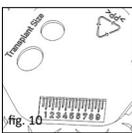

fig. 10
■ **Bild 10** Millimeterskalan är till för allmänna jämförande mätningar, som kan vara till hjälp i samband med en operation av mellanörat. I princip kan baksidan också användas som förvaringsplats eller preparationsfält för olika förlopp, som t.ex. transplanatbearbetning eller mellanlagring.
■ **fig. 1b/10** De innarbeidete sjablonene på baksiden av sizer disken (fig. 1b) viser minimal størrelse for transplantatet for underføring av trommehinnen (fig. 10).
■ **fig. 10** Millimeterskalaen brukes til generelle sammenlignende målinger, noe som kan være nyttig i rammen av en mellomøreoperasjon. Baksiden kan prinsipielt også brukes som underlag eller prepareringsområde for diverse prosedyrer som for eksempel bearbeidning av transplantat eller mellomlagring.